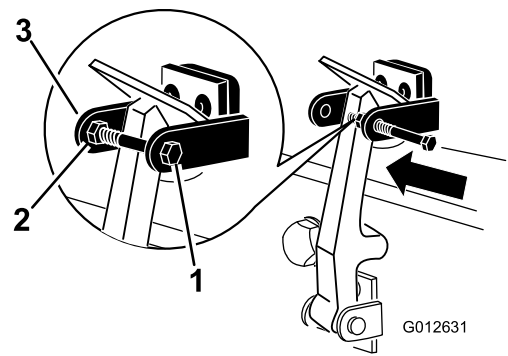

図 7
7. フードロックブラケットのもう一方のアームにボルトを取り付けてラッチを固定する (図 7)。ボルトはしっかりと固定するがナットの締め付けは行わないこと。